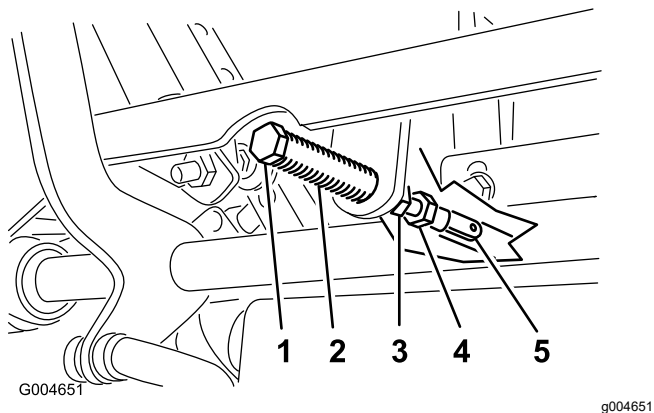

Bild 56
5. Ziehen Sie den Hebel zurück, bis der Lastösenbolzen (am Arm über der Gelenkwelle) das Schlitzende berührt (und soeben Druck auf die Feder ausübt), wie in **Bild 56** abgebildet.